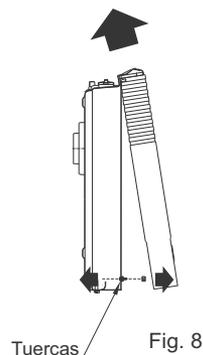

Fig. 8
- Retire el Frente quitando los 2 tornillos con tuercas (Fig. 8) y deslícelo hacia arriba hasta desprenderlo de la Espalda del Gabinete.